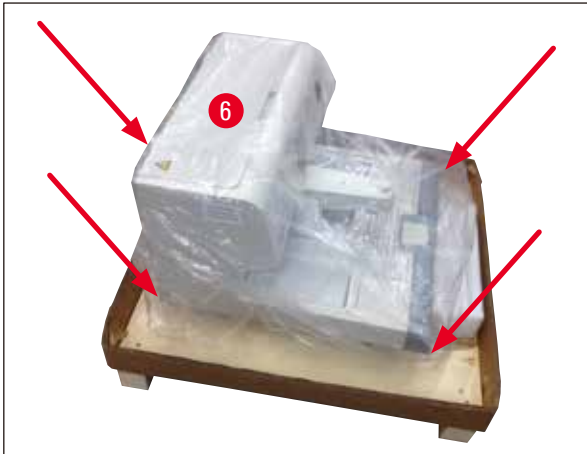

Abb. 5
5. Zum Herunternehmen des Geräts (→ Abb. 5-6) von der Palette sind zwei Personen erforderlich; das Gerät dabei an den vier Ecken des Gehäusesockels halten (→ Abb. 5).